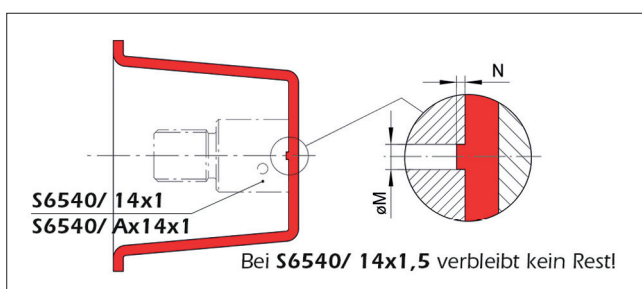

Bild 9: Rest am Spritzteil
Der Mindesthub für die Entlüftungsventile S6540/14x1 und S6540/Ax14x1 beträgt 1 mm, hier verbleibt eine Restmarkierung von 0,5 mm Höhe (N). (Bild 9)